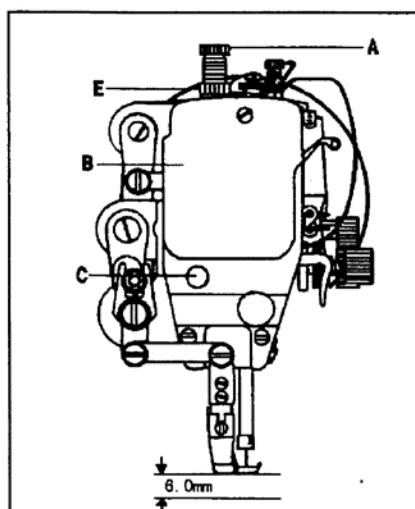

Рис. 9
11. Установка стержня нажимного устройства (рис. 9)